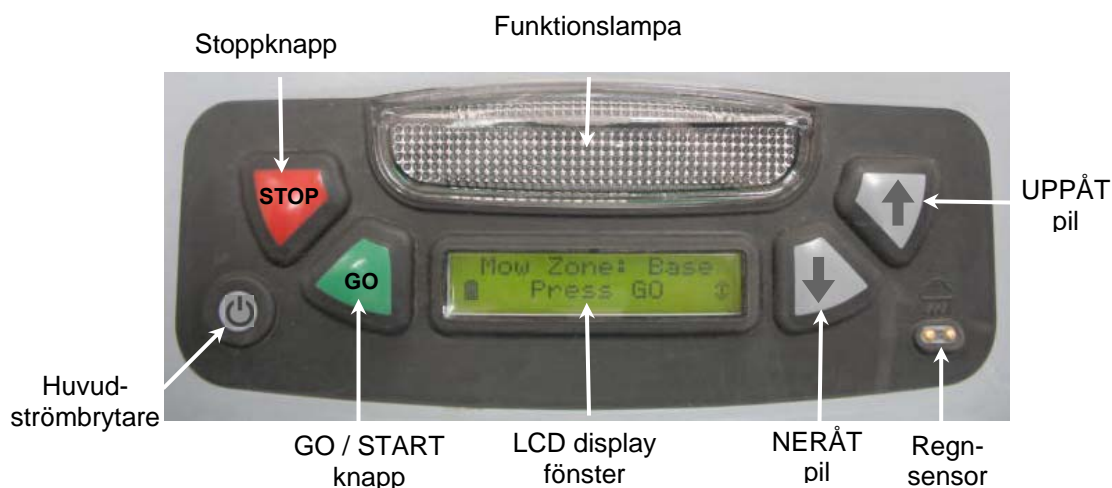

Bild 1.28 - Kontrollpanel
- Överst på baksidan av Robomow finns en kontrollpanel. Kontrollpanelen består av en display, ett antal knappar och en funktionslampa (bild 1.28).